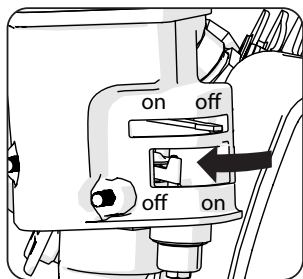

Abb. 16
- Warten Sie, bis der Motor vollständig zum Stillstand gekommen ist und drehen Sie dann den Kraftstoffhahn in die Position „OFF“ (ZU). **(Abb. 16)**